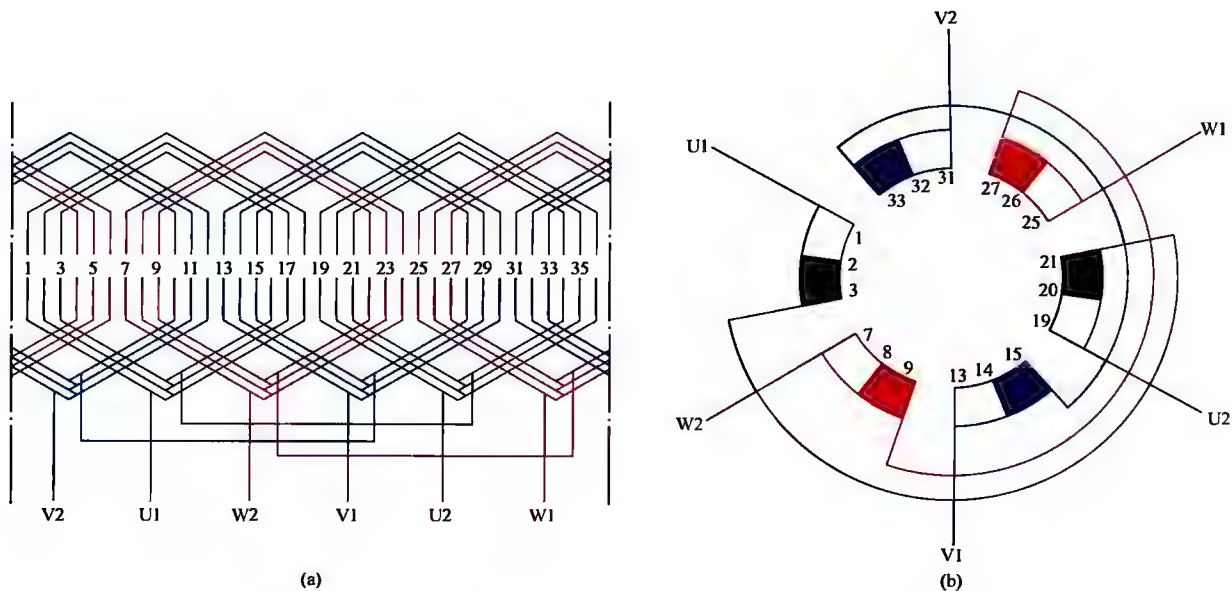

图 1-12 三相 2 极 36 槽单层同心式绕组 1 路接法
12. 三相 2 极 36 槽单层同心式绕组 1 路接法展开图与接线圆图 (见图 1-12)